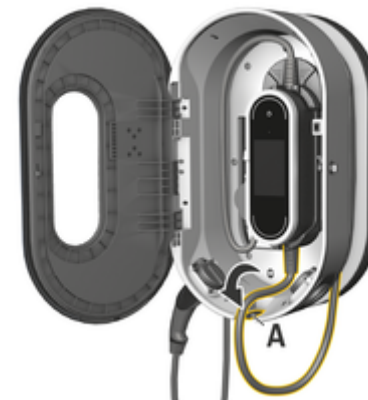

Рис. 19: Зацепление панели управления
3. Проведите автомобильный кабель через отверстие **A** (Рис. 19) и намотайте лишний кабель на зарядную док-станцию.